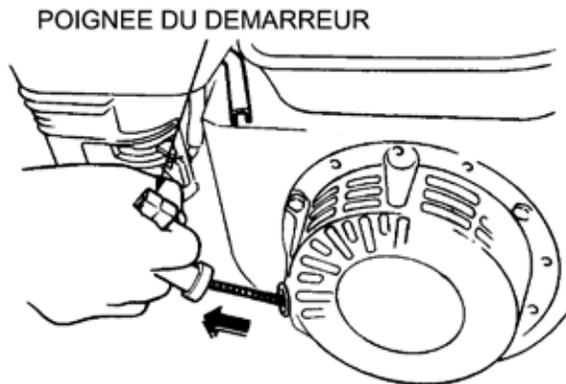

Figure 17. Poignée du démarreur
6. Prenez la poignée du démarreur (Figure 17) et tirez-la lentement vers l'extérieur. La résistance devient plus grande dans une position spécifique. Elle correspond au point de compression. Enroulez la corde un peu de ce point et tirez vers l'extérieur d'un coup sec.